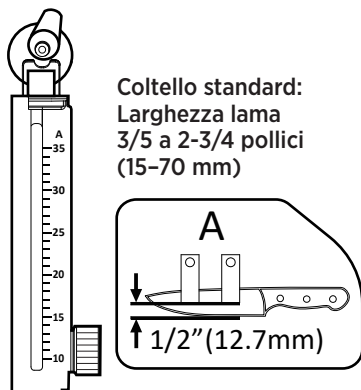

Fig. 6
1. Coltello standard: lame con una larghezza da 3/5 a 2-3/4 pollici (15-70 mm) devono essere posizionate nella posizione di montaggio **A**, come indicato sull'etichetta della base. L'intervallo dell'angolo di affilatura è 10°-35° (Vedi Fig. 6)